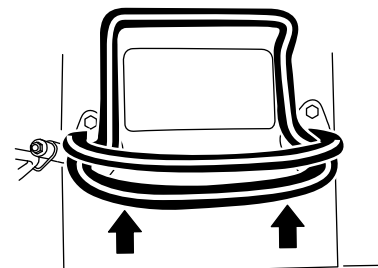

Bild 8
- Bewegen Sie den Fahrtrienhebel nach vorne, um vorwärts zu fahren (Bild 8).